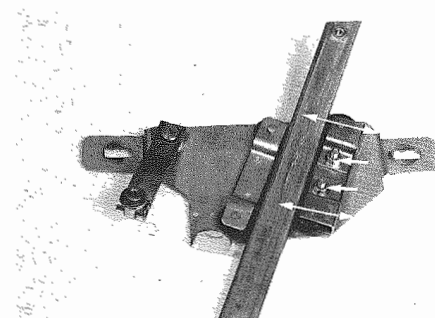

Fig. 15 - Viti fissaggio carrello mobile
- Controllare che la slitta non abbia gioco tra i carrelli (**Fig. 15**); eventualmente riprenderlo agendo sulle viti di fissaggio del carrello mobile.
- Check that the slide has no play between carriages (**Fig. 15**); if necessary take it up acting on the mobile carriage fixing screws.